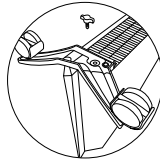

Fig. 5
3. Siguroni shasinë duke përdorur një shtojcë të veçantë, e cila ndodhet në paketim (Fig. 5).